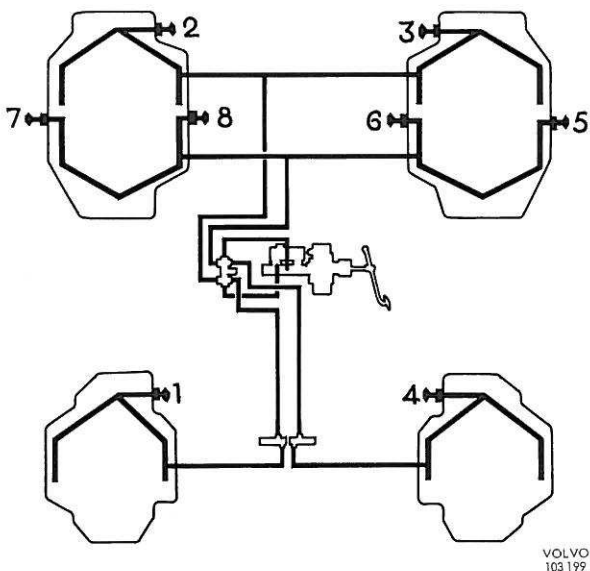
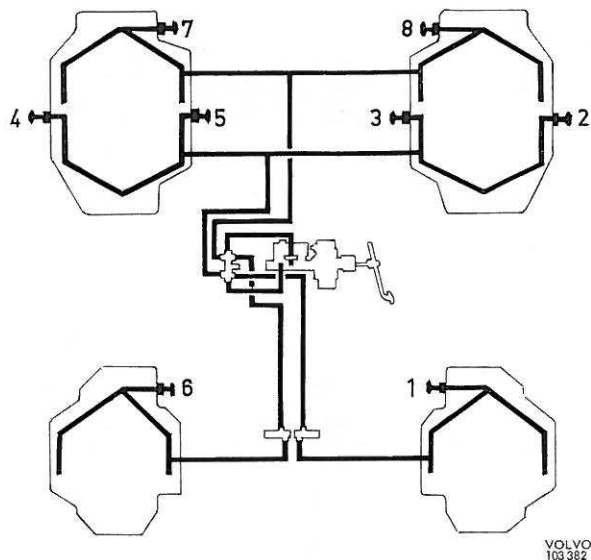
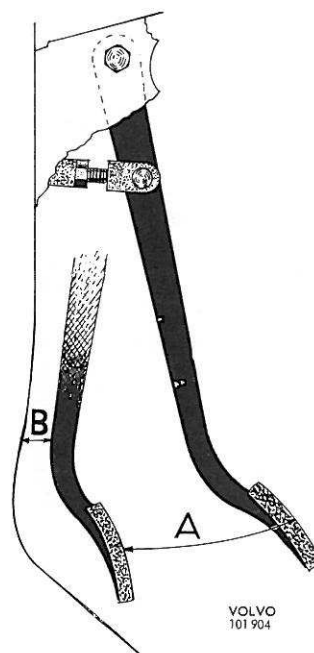

Figure 70. Ordre de purge, conduite à gauche
Figure 71. Ordre de purge, conduite à droite, 140 jusqu'au modèle 1970
Figure 73. Course de pédale de frein
4. La purge doit se faire dans l'ordre indiqué sur la figure 71 pour les 140 à conduite à droite (jusqu'au modèle 1970) et sur la figure 70 pour les autres voitures.
4. La purge doit se faire dans l'ordre indiqué sur les figures 70 et 71 et de la manière suivante : Enlever le capuchon de protection et adapter la clé à anneau et le flexible plastique sur la vis de purge. Laissez l'autre extrémité du flexible de purge pendre dans la bouteille, voir figure 73. Ouvrez la vis de purge d'un demi-tour au maximum. Appuyez lentement sur la pédale de
La pédale de frein doit avoir une course d'environ 140 mm (cote A, figure 73) avant que les pistons du maître-cylindre soient poussés à fond, sans intervention de la pression hydraulique. Cette course peut être mesurée seulement lors d'une purge simultanée des deux circuits de freinage. Dans cette position, c'est-à-dire lorsque les pistons du maître-cylindre sont repoussés à fond, la pédale doit se trouver à environ 10 mm du plancher (cote B).